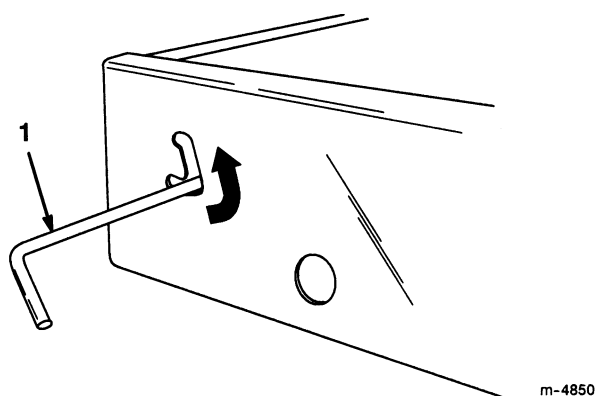

Figure 9
1. Poussez le verrou vers le haut dans la fente découpée dans le châssis (Fig. 9).